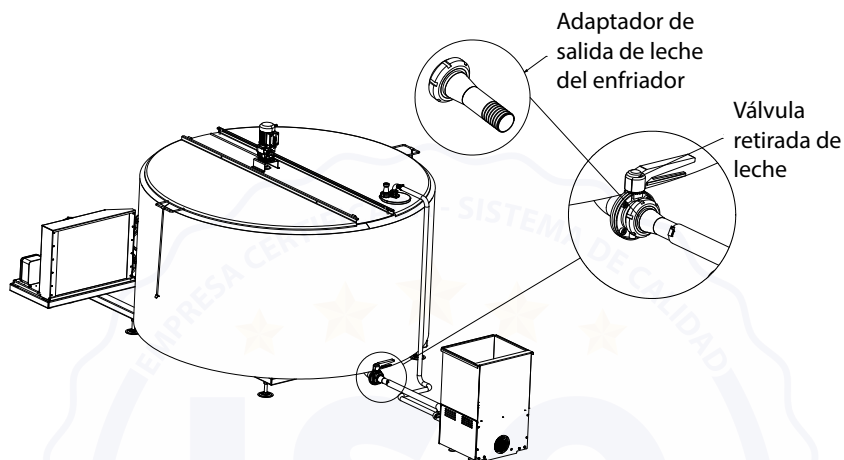

Imagen 12 - Instalación adaptador de salida de leche del enfriador
3. Para la recirculación del agua es necesario instalar el adaptador de la salida de leche del enfriador, utilizando la manguera de 1.1/2 pulgadas y la abrazadera inoxidable, conforme la Imagen 12.